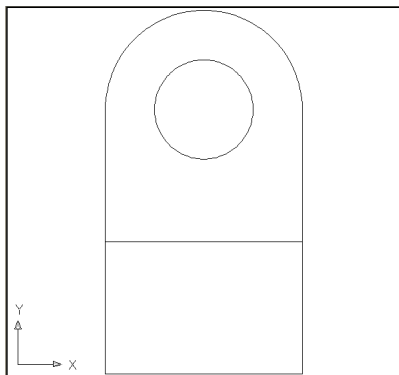

Рис. 11.12
15. Викликаємо команду `CIRCLE` і за допомогою об'єктної прив'язки вказуємо центр дуги як центр кола. У відповідь на запропонований за умовчанням підказ задаємо радіус, що дорівнює $37,5$. Отриманий при цьому результат наведений на рис. 11.12.